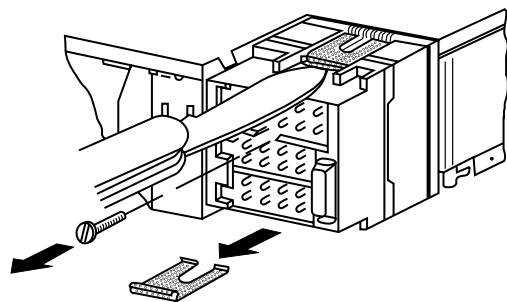

Fig. 15
1. Soltar o parafuso, destravar as molas de apolo superior e inferior, fig. 15.